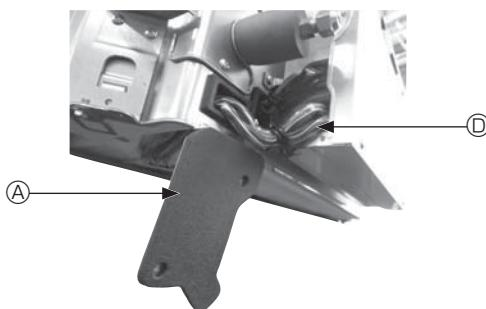
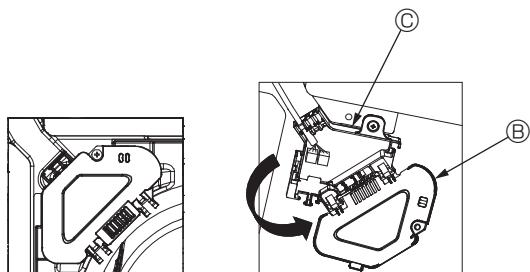

Fig. 4-4
Fig. 4-5
- ① Retirez les deux vis de fixation du couvercle des fils de l'appareil principal, puis ouvrez le couvercle.
- ② Faites passer les fils du capteur i-See et du récepteur de signal dans les entrées de fils du boîtier des composants électriques, comme montré sur le schéma, et autour des traversées isolées sur le côté de l'appareil principal. (Fig. 4-4)
- ③ Lors du passage des câbles, ouvrez le collier qui fixe le fil de jonction de la grille, puis fixez le fil de jonction de la grille et les fils du capteur i-See et du récepteur de signal à l'aide du collier.
- ④ Retirez la vis de fixation du couvercle de la boîte de raccordement, puis ouvrez le couvercle. (Fig. 4-5)
- ⑤ Placez le connecteur du fil de jonction dans la boîte de raccordement.
- ⑥ Installez le couvercle des fils et le couvercle de la boîte de raccordement.